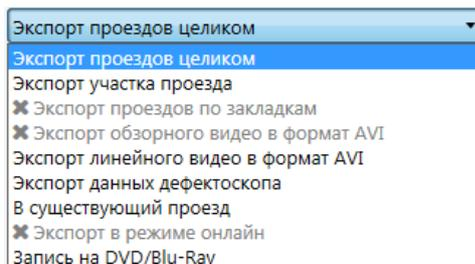

Рисунок 53 – Экспорт
5.3.4 Выбрать тип (участки или проезд целиком) из поля со списком (Рисунок 53). В таблице 14 описаны виды экспорта.